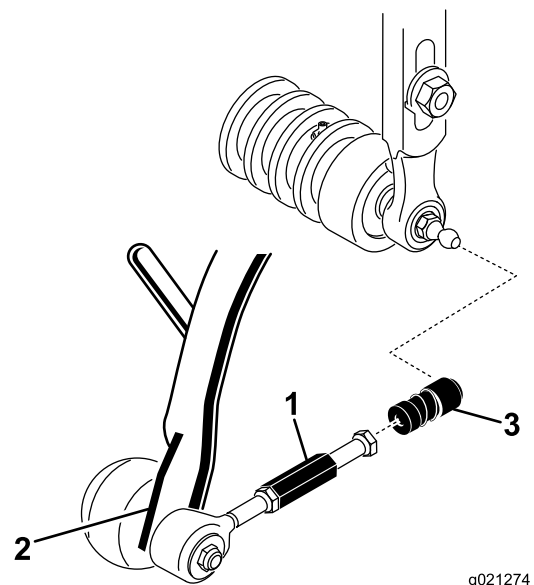

图 7
3. 将各个球窝接头接收器的套管向后滑，然后将接收器挂到滚刀组球头螺栓上（图 7）。